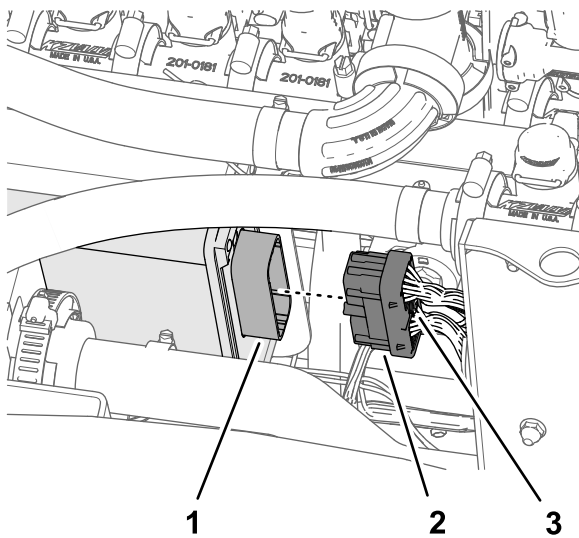

Figura 132
2. Inserte el conector hembra de 40 vías de la rama de 102 cm del arnés de cables del kit en el conector de 40 pines del controlador de fumigación del ASC 10 (Figura 132).
3. Enrosque a mano el tornillo moleteado del conector hembra de 40 vías en el conector ASC 10 (Figura 132).